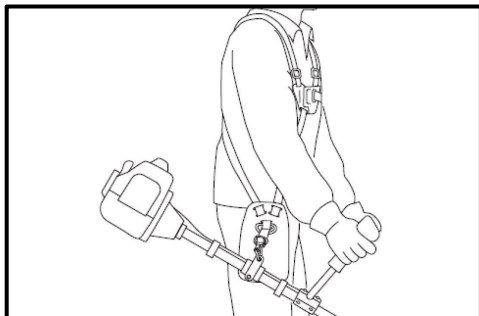
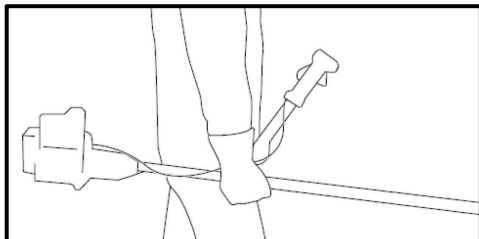

Рис. 4
Рис. 5
- При перенесенні мотокоси на короткій відстані (при переході з одного місця роботи на інше) рекомендується заглушити двигун. Переносьте мотокоосу, повісивши її на ремінь та тримаючи за рукоятки (Рис. 4) або тримаючи за штангу (Рис. 5).